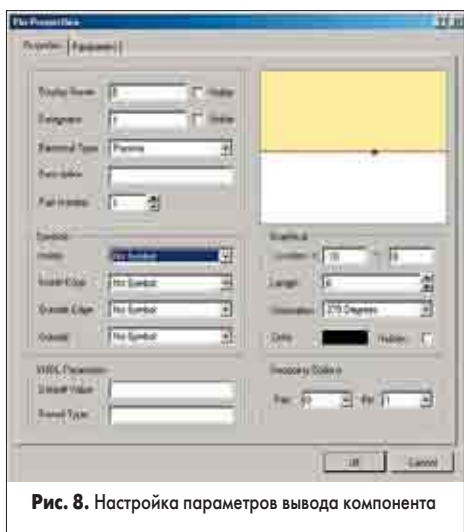

Рис. 8. Настройка параметров вывода компонента
8. Выполним двойной щелчок левой кнопкой мыши на одном из выводов старого символа. В появившемся окне Pin Properties в поле Length изменим длину вывода на 0 (рис. 8). Вывод при этом вырождается в точку, но это позволит уменьшить размеры символа транзистора и в дальнейшем рисовать более плотные схемы.